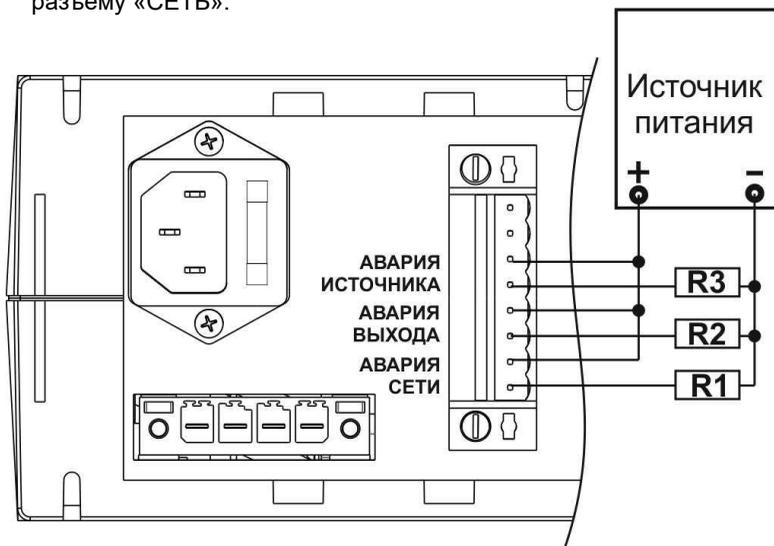

Рисунок 6 – Подключение внешних устройств автоматики
- подключите (при необходимости) к клеммам разъемных колодок внешние цепи индикации или внешние устройства автоматики с током потребления до 100мА (напряжение внешнего источника питания (ИП) должно находиться в пределах 5...60В) (см. рис. 6 и 7);